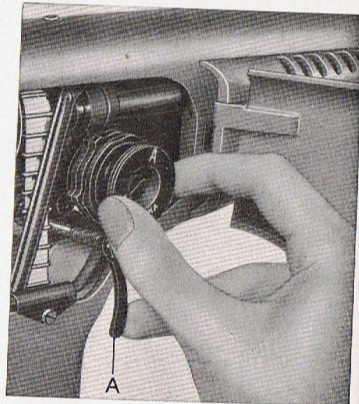

Abb. 40.
4. Den Musterschabloneinsatz mit Daumen und Zeigefinger der rechten Hand fassen und gleichzeitig mit dem Mittelfinger den Hebel zur Seite führen, sodass er senkrecht steht (A in Abb. 40). Den Musterschabloneinsatz herausziehen.